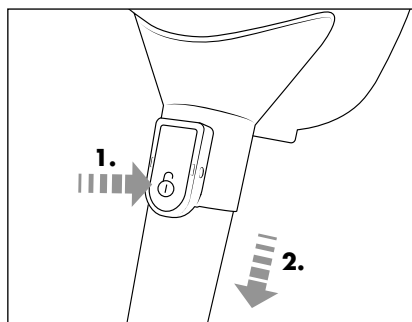

Fig. 6
- ◆ For at fjerne teleskopsugerøret **16** fra produktet skal du trykke på oplåsningsknappen **17** og holde den nede. Tag derefter teleskopsugerøret **16** af produktets sugeåbning (se fig. 6).